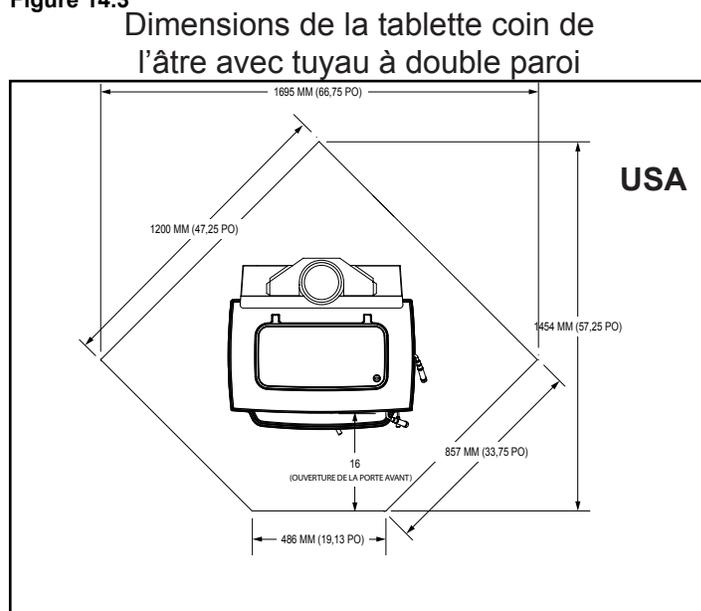

Figure 14.4
**\*Exception :** Les sols incombustibles doivent être protégés sous le conduit de cheminée (s'il est horizontal) et la protection doit se prolonger de 51 mm (2 po) de chaque côté du conduit. **Voir figure 14.4.**